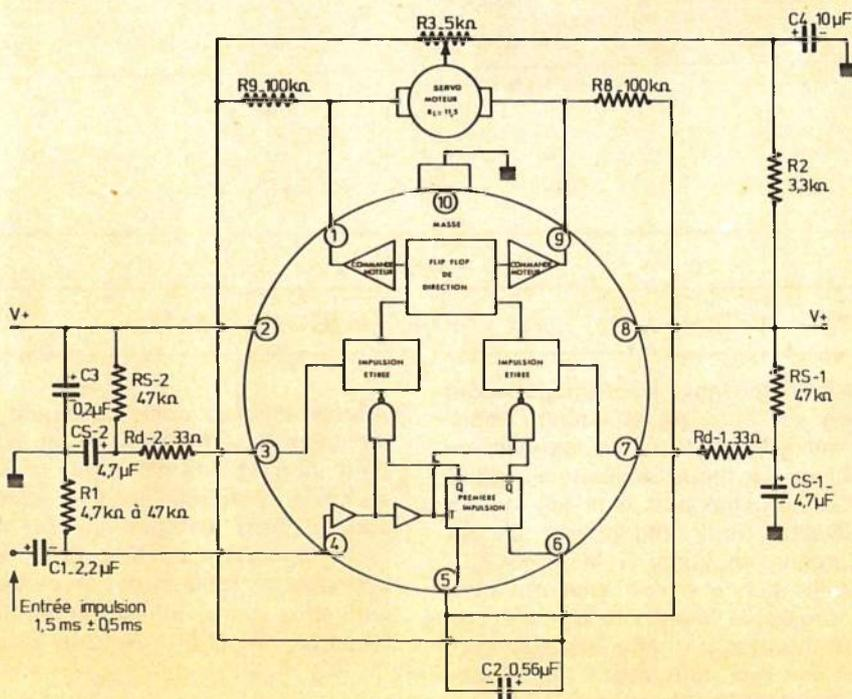

Figure 2
la capacité de 0,33 μ F. Le rapport cyclique dans le temps est de 50 % ; pour qu'il soit moins de 50 %, il faut mettre une diode en parallèle sur les bornes 7 et 9, d'où la BA 220. La capacité de 0,1 μ F borne 5 constitue un filtrage d'alimentation. La résistance de 4,7 K Ω sert de butée au potentiomètre. Le récepteur est constitué d'un 543 ; il s'agit d'un servodriver. La **figure 2** en donne le schéma synoptique. La largeur d'impulsion du générateur interne est déterminée par la capacité de 0,56 μ F entre les bornes 5 et 6 et son rapport cyclique, par la valeur résistive du potentiomètre et de la résistance de 3,3 K Ω . La capacité de 10 μ F sert à découpler le générateur. Les résistances de 33 Ω déterminent le temps mort, soit environ 4 à 5 μ s ; cela signifie que le circuit ne peut commander le moteur tant que l'impulsion de commande (555) est différente de 4 à 5 μ s de celle du générateur interne. Les résistances de 47 K déterminent le niveau pour le « pulse stretching ». Les capacités de 4,7 μ F de découplage de la valeur des résistances n'est pas critique ; une différence de valeur entraîne le changement de la proportionnalité de la comparaison. Les résistances de 100 K Ω évitent le dépassement en ajustant l'amortissement de la boucle. La capacité de 2,2 μ F est une capacité de couplage. La capacité de 0,2 μ F est un découplage d'alimentation.